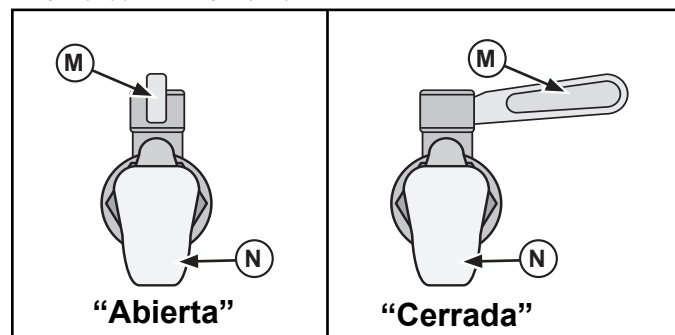

Figura 4. Posiciones del drenaje y su palanca.
- Para las unidades con cubeta verifique que la palanca (M) de la válvula de drenaje esté en posición cerrada. Consulte la Figura 4. O bien, afiance el circulador a un recipiente que tenga un volumen entre 5.3 ct. gal. (5L) y 31.7 ct. gal. (30L).